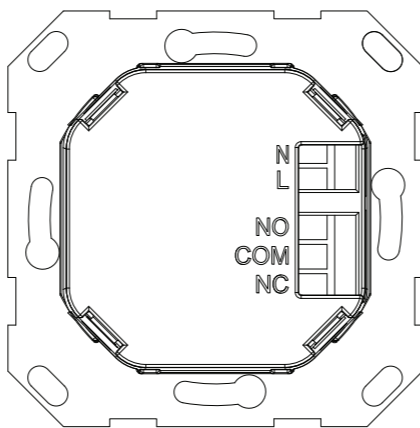

Abb. 2: Rückseite UP-Einsatz
- Versorgungsspannung 230 V AC an die Klemmen L u. N auf der Rückseite des UP-Einsatzes anlegen (siehe Abb. 2).
- Anschluss von Aktoren erfolgt über die Klemmen NO / COM / NC auf der Rückseite des UP-Einsatzes (siehe Abb. 2 und Kapitel „Potentialfreier Kontakt“).
Der Raumluft-Sensor CO2 verfügt über einen potentialfreien Kontakt an den ein Aktor angeschlossen werden muss. Die Anschlussklemmen des potentialfreien Kontakts befinden sich auf der Rückseite des UP-Einsatzes (siehe Abb. 2).